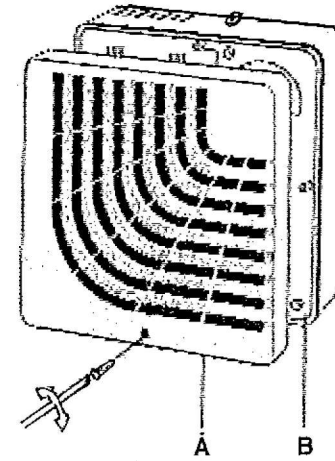

Fig. 3
2. Demonteer het beschermingsrooster A van de motorkast B van het apparaat. (fig. 3)
2. Afmonter frontgrillen A fra ventilatorhuset B (fig. 3).